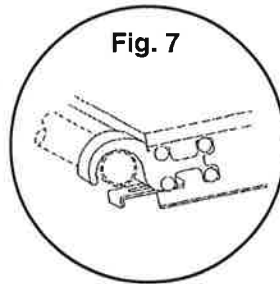
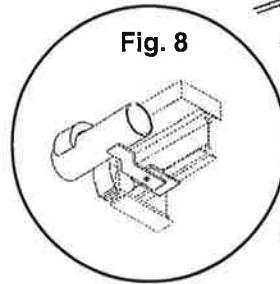

Fig. 7
Fig. 8
7. Al terminarse la torre hasta la altura deseada, instale y asegure barandas dobles y tableros de pie en los cuatro lados tal como lo requiere OSHA. Una y asegure las estructuras usando aditamientos y clavijas de bloqueo de inserción. Asegúrese que todos los postes de la baranda estén asegurados con clavijas de bloqueo. Instale pasadizos en todo el área de trabajo de la plataforma. Asegure los pasadizos en su lugar usando un clavo de 8 (Fig. 6), enganchar el bloqueo de la corredera (Fig. 7) y enganchar el bloqueo de rotación (Fig. 8), según esté equipado. Vea los reglamentos OSHA para obtener información adicional referente a seguros de plataforma.